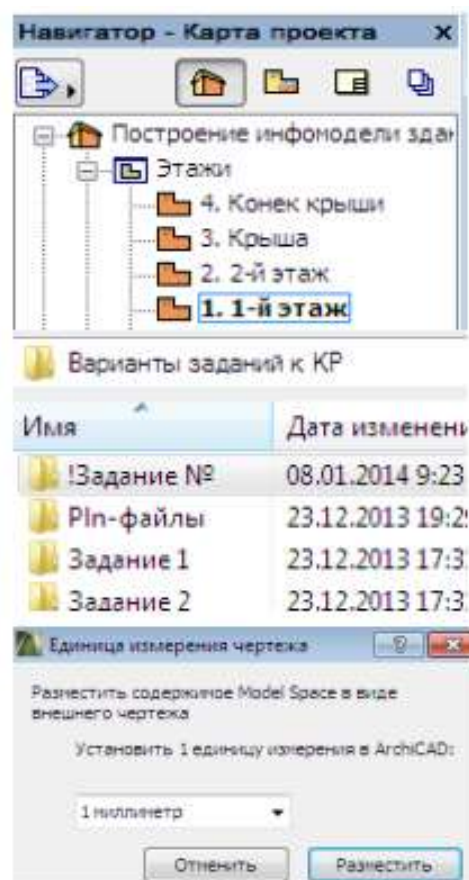

Рисунок 7.1
2. В открывшемся диалоговом окне **Размещение чертежа** найдите папку со своим заданием и выберите размещенный в ней файл и нажмите кнопку **Открыть** для размещения чертежа, извлеченного из этого файла (рисунок 7.1).